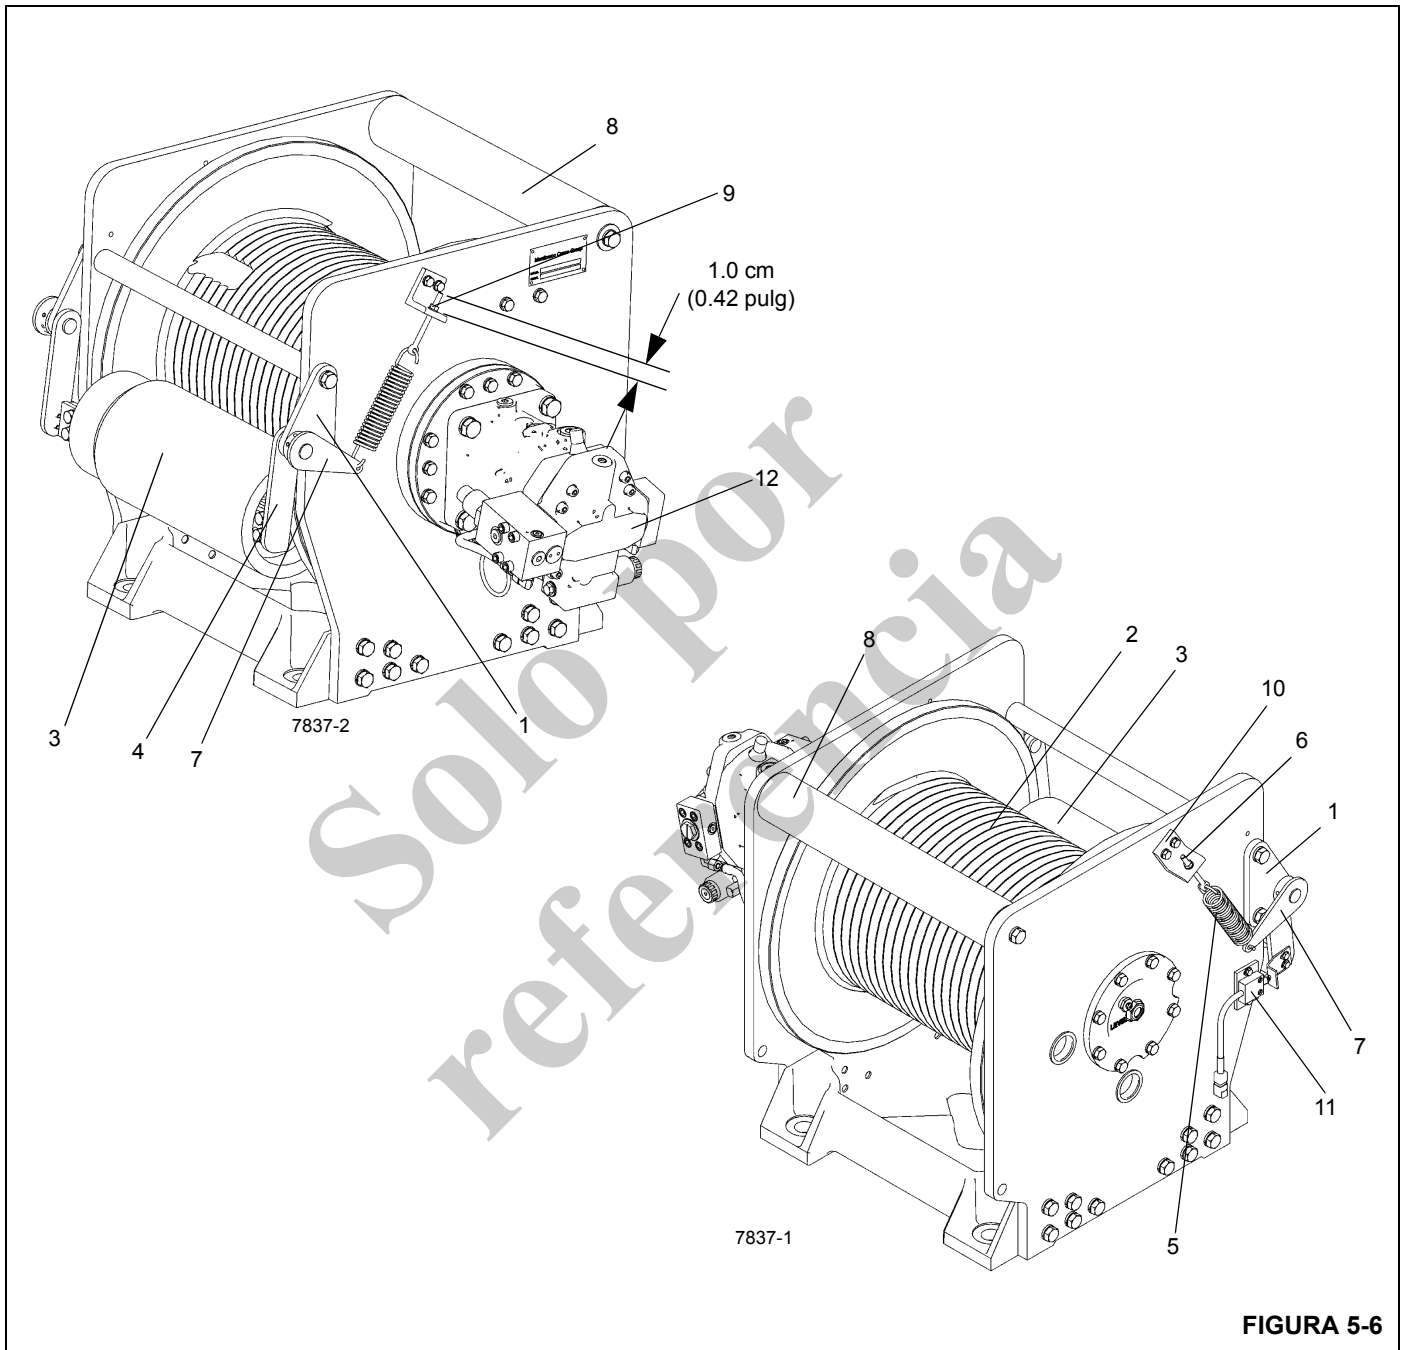

FIGURA 5-6
Los malacates principal y auxiliar (Figura 5-6) tienen cada uno un tambor intermedio en su lado delantero. El tambor intermedio del malacate principal se usa para evitar que el cable entre en contacto con la pluma. Si la grúa también tiene un malacate auxiliar, el tambor intermedio sirve para evitar que su cable entre en contacto con el malacate principal. El seguidor del cable se instala en el lado delantero de su malacate respectivo. El seguidor del cable aplica tensión de resorte hacia abajo contra el cable sobre el tambor del malacate para asegurar que el cable se enrolle de modo uniforme en el tambor, y también impide que el cable salte cuando se producen condiciones anómalas.
1. Retire el perno y la tapa terminal del lado derecho del rodillo intermedio Figura 5-6.
1. Suelte las tuercas de ajuste y retire el resorte tensor y la barra de ajuste de ambos lados del malacate Figura 5-6.